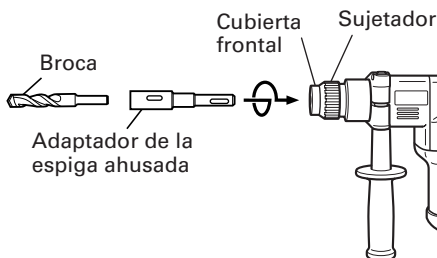
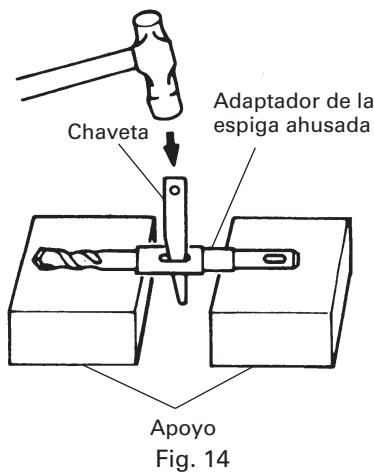

Fig. 13
Fig. 14
- (1) Montar el adaptador de la espiga ahusada en el martillo giratorio (Fig. 13).
- (2) Montar la broca (espiga ahusada) en el adaptador de la espiga ahusada (Fig. 13).
- (3) Poner el interruptor en la posición de encendido (ON), y taladrar un agujero de la profundidad especificada.
- (4) Para quitar la broca (espiga ahusada), insertar la chaveta en la ranura del adaptador de la espiga ahusada y golpear la cabeza de la chaveta con un martillo. Usar apoyos como se muestra en la Fig. 14.